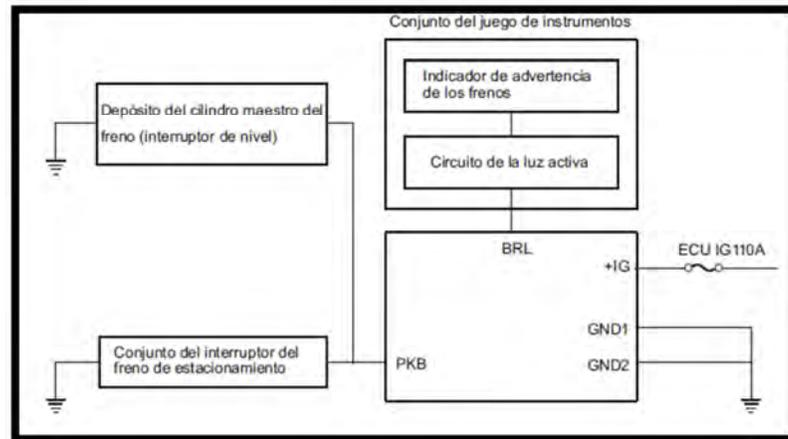

Figura 2.26 Circuito luz de advertencia.
- Inspeccionar el conjunto del actuador de frenos (figura 2.26).